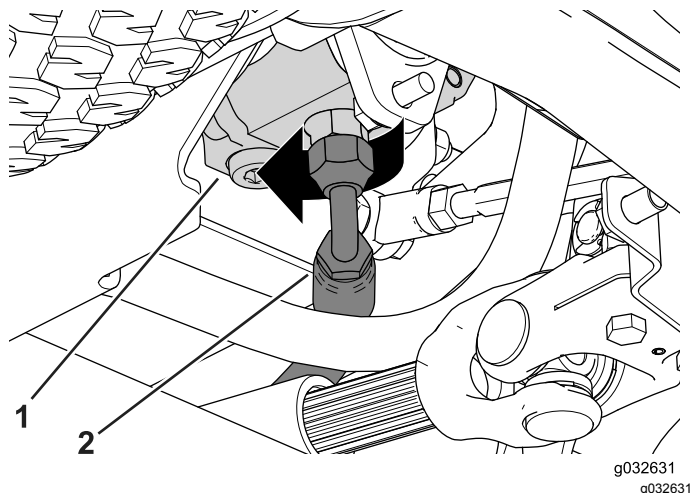

Рисунок 80
1. Ослабьте штуцер шланга подачи на шестеренчатом насосе и поверните его в сторону передней части машины (Рисунок 80).